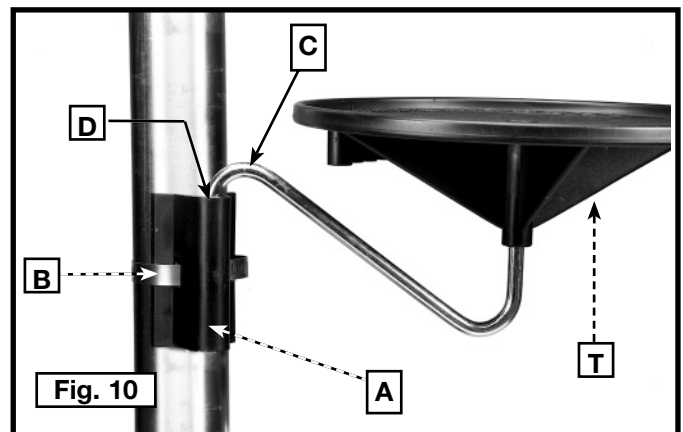

Fig. 10
5. Coloque el soporte de montaje (A), Fig. 10, en la columna.
NOTA: Asegúrese de que el soporte de montaje (A), Fig. 10, esté en el lado opuesto de la columna de la cremallera de elevación (F), Fig. 8.
6. Inserte la abrazadera (B), Fig. 10, a través del soporte de montaje debajo de la cremallera de elevación y alrededor de la columna. Ajuste la abrazadera de la manguera son firmeza.
7. Ensamble el brazo de montaje (C) en el orificio del soporte (D), Fig. 10, y adjunte la bandeja (T) al brazo de montaje.